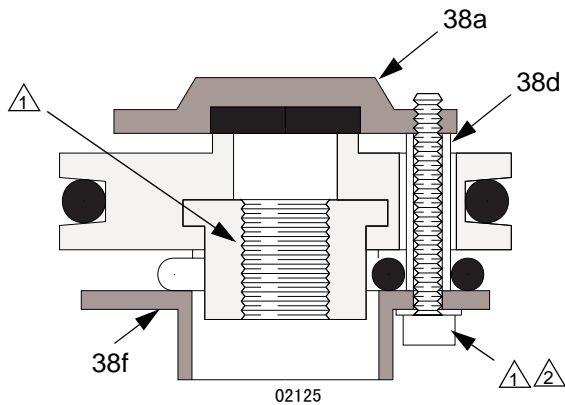

图 12
- 如果阀板隔块 (38d) 损坏，更换所有三个，保持阀板 (18a, 18f) 与阀座的正确间隙。参见图 12。
① 给螺纹涂上螺纹锁紧化合物。
② 用 10-14 磅英寸 (1.1-1.6 N·m) 的扭力拧紧